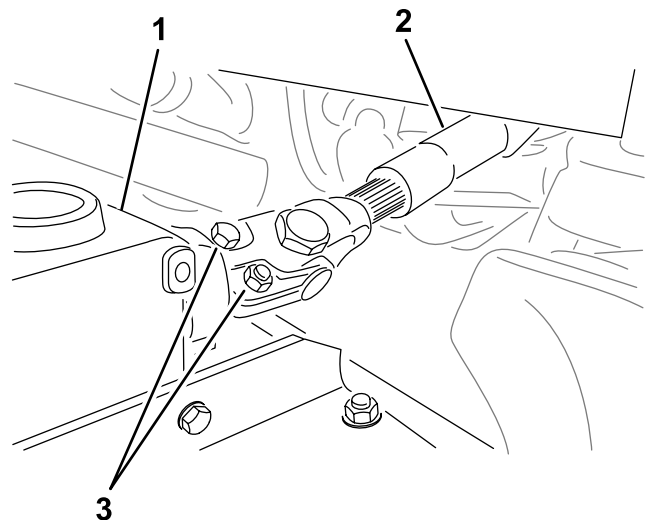

Figure 20
- Retirez les boulons et les écrous de l'arbre de PDF (Figure 20) et sortez la chape du boîtier d'engrenages.